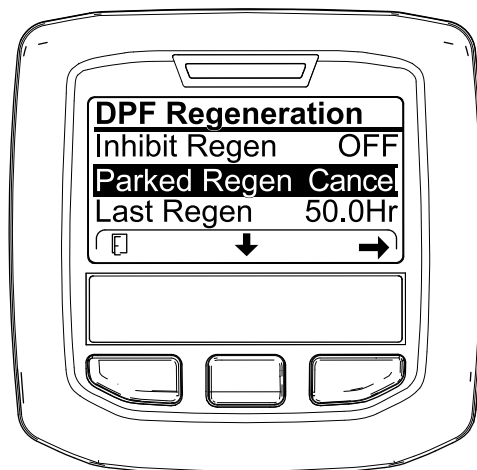
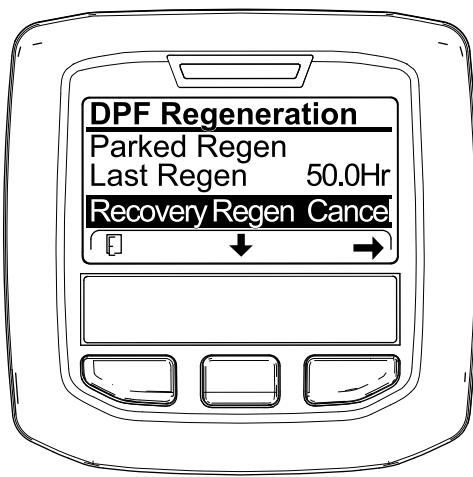

Bild 67
Bild 68
1. Zugreifen auf das Menü für die Regenerierung des Dieselpartikelfilters (Bild 67)
2. Drücken Sie die mittlere Taste, um auf die Option PARKED REGEN. CANCEL (Bild 67) oder RECOVERY REGEN. CANCEL zu navigieren (Bild 68).
3. Drücken Sie die rechte Taste, um den Eintrag „Regen. Cancel“ auszuwählen (Bild 67 oder Bild 68).